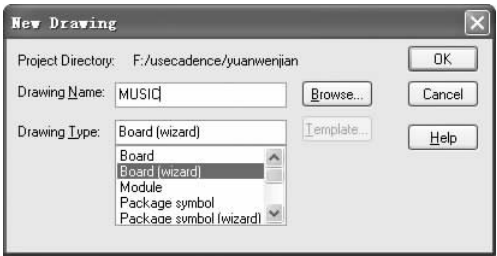

图 12-74 “New Drawing（新建图样）”对话框
2) 选择菜单栏中的“File（文件）”→“New（新建）”命令或单击“Files（文件）”工具栏中的“New（新建）”按钮，弹出如图 12-74 所示的“New Drawing（新建图样）”对话框。